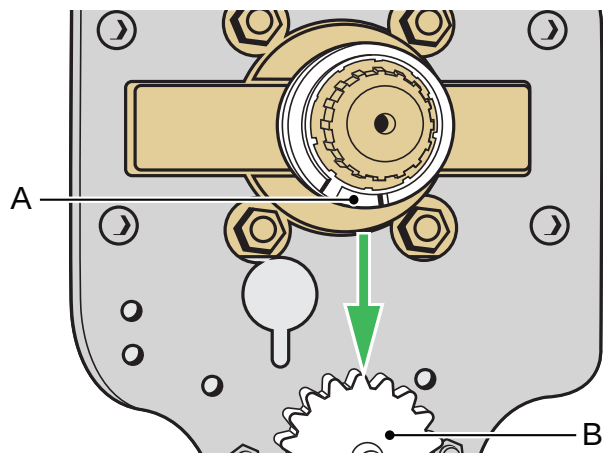

Figure 130
15. Placez la bague d'arrêt sur les cannelures du mitigeur, poussez fermement, l'évidement (A) étant orienté vers le bas en direction de la moyenne molette (B). Assurez-vous que la bague d'arrêt est bien en place. Voir Figure 130.